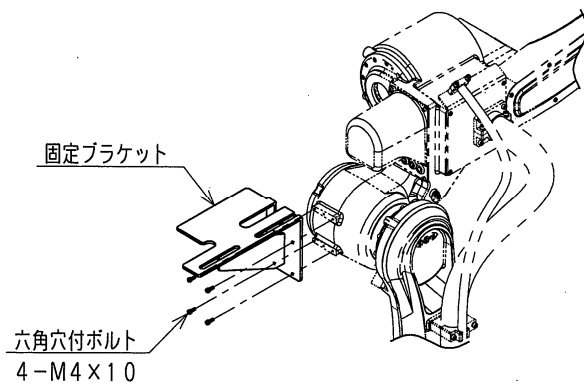

図 1.1 固定ブラケットの取り付け(手順 1)
1. 図 1.1 を参考に固定ブラケットを 4 本の六角穴付ボルト (M4×10) にて 3 軸アームの後方部に取り付けてください。